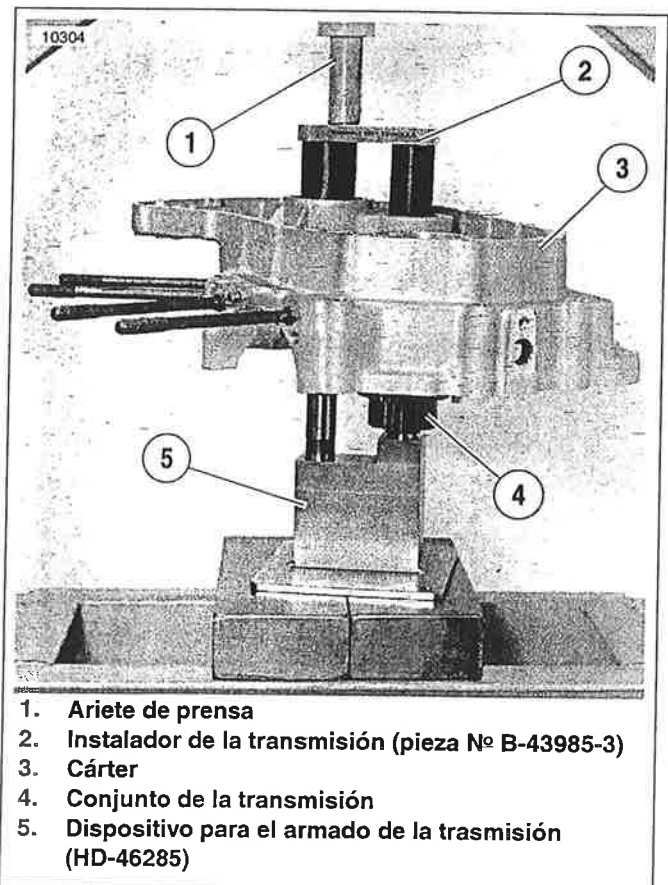

Figura 6-59. Presión de la transmisión en el cárter izquierdo
3. Vea la Figura 6-59. Instale el cárter izquierdo (3) sobre el conjunto de la transmisión (4).
4. Coloque el INSTALADOR DE LA TRANSMISIÓN (pieza Nº B-43985-3) (2) sobre los cojinetes del eje principal y contraeje en el cárter.
5. Coloque los conjuntos del cárter y transmisión en la prensa para que el instalador de la transmisión esté debajo del ariete de la prensa (1).